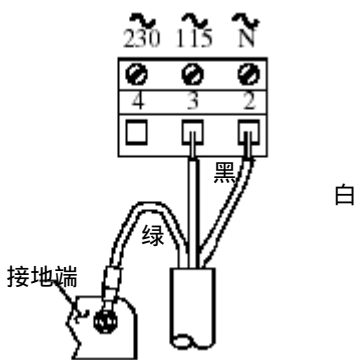

图 2-8 连接 115V 单相电源到序列号前缀为“B”的测定仪
- 对于序列号前缀为“B”的测定仪，连接到箱体底部的接地端（5 个开孔——图 2-8、2-10 或者 2-12）。